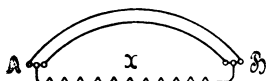

Fig. 20.
92. Es soll ein Widerstand von $0,1 [0,2] (0,4)$ hergestellt werden. Zu dem Zwecke fertigt man aus $2 [2] (2)$ Nickelin-Drähten von $1,6 [2] (1,8)$ mm Durchmesser, welche parallel geschaltet werden (Fig. 20), einen Widerstand von $0,101 [0,202] (0,404) \Omega$ an und legt hierzu einen Nebenschluß, der aus einem $0,4 [0,24] (0,5)$ mm dicken Drahte